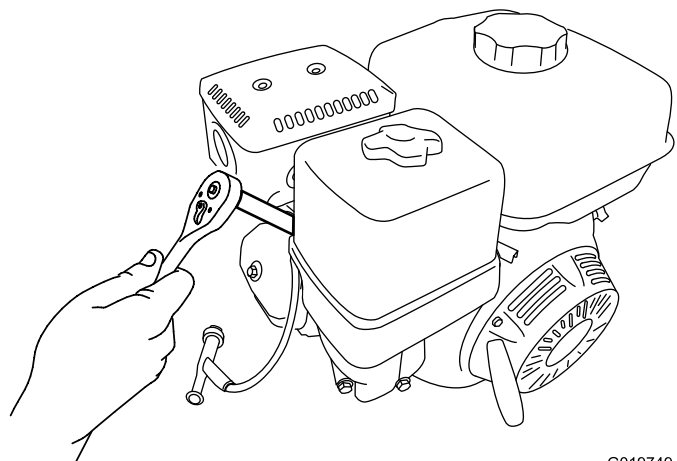

Figure 45
5. Avec la clé à bougie correcte, tournez la bougie dans le sens antihoraire pour la déposer ainsi que la rondelle d'étanchéité (Figure 45).
2. Avec la clé à bougie correcte, tournez la bougie dans le sens horaire jusqu'à ce qu'elle soit en place avec sa rondelle d'étanchéité (Figure 45).